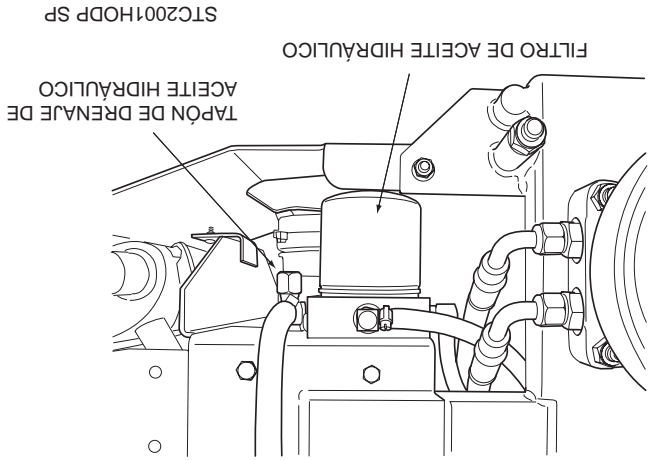

Figura 7-3 Filtro de aceite hidráulico y Tapón de drenaje
1. Retire el elemento del filtro de aceite (Figura 7-3, Página 31) y deséchelo apropiadamente. Llene el nuevo filtro con aceite limpio de motor SAE 20W50 e instálelo. Aprételo a mano solamente.
2. Coloque un recipiente adecuado debajo del filtro de aceite hidráulico. Inclíne el asiento hacia adelante. Quite la tapa de llenado del depósito y el tapón del drenaje del fondo de la T de drenaje en el lado frontal de la base del filtro. (Vea la Figura 7-3). Permita drenar el fluido en el recipiente y deséchelo apropiadamente.